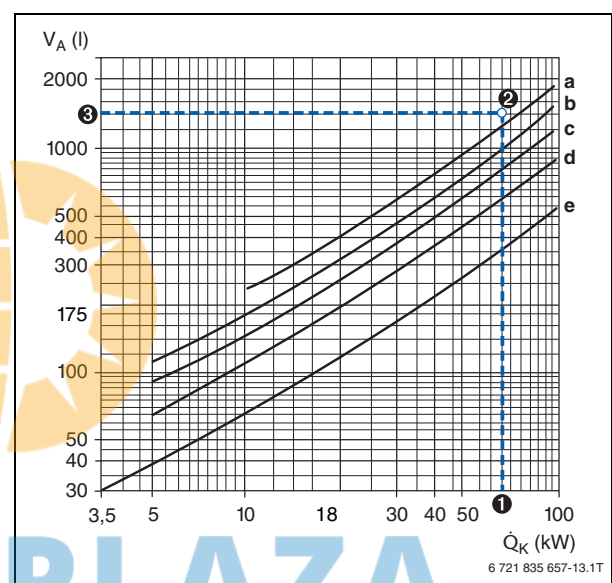

Bild 17 Anhaltswerte für den durchschnittlichen Wassereintrag von Heizungsanlagen (nach ZVH-Richtlinie 12.02)
In Abhängigkeit von verschiedenen Parametern der Heizungsanlage lässt sich das Anlagenvolumen aus Bild 17 ablesen.
(→ Bild 17, Kurve a)
Das nach Punkt ③ aus dem Bild 17 abgelesene Anlagenvolumen muss kleiner sein als das maximal zulässige Anlagenvolumen ④. Trifft das nicht zu, ist ein größeres Ausdehnungsgefäß zu wählen.
- ① Vorlauftemperatur (→ Tabelle 9): $\vartheta_V = \leq 50\text{ °C}$
- ② Vordruck des AG (→ Tabelle 9): $p_0 = 1,5\text{ bar}$
- ③ Anlagenvolumen (→ Bild 17): $V_A = 1400\text{ l}$
- ④ Erforderlich ist ein AG mit 80 l Inhalt (→ Tabelle 9), weil hierfür das nach Bild 17 ermittelte Anlagenvolumen ③ kleiner als das maximal zulässige Anlagenvolumen ist.